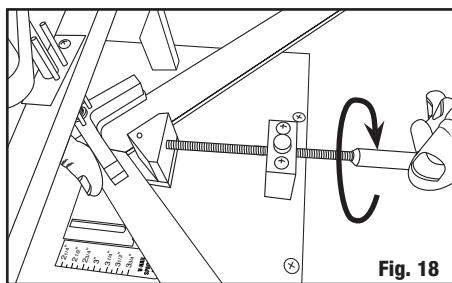

Fig. 18
- Apriete el soporte de fijación sin pasarse, para no mover la guía de ángulo de su sitio. (**Fig. 18**)
- Ziehen Sie die Klemme vorsichtig fest, ohne sie zu überspannen, da sich hierdurch der Winkelanschlag verschieben könnte. (**Abb. 18**)